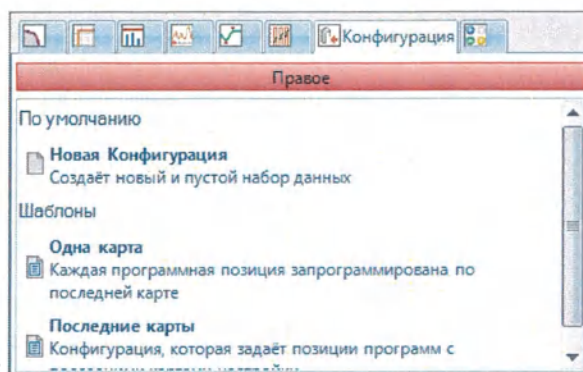

Рис. 141 Диалоговое окно открытия задачи «Конфигурация»
1. При нажатии кнопки **Новая задача** открывается диалоговое окно задачи, показанное на рис. 141, в котором можно выбрать вкладку «Конфигурация» и открыть конфигурацию, щелкнув пункт **Новая конфигурация**.